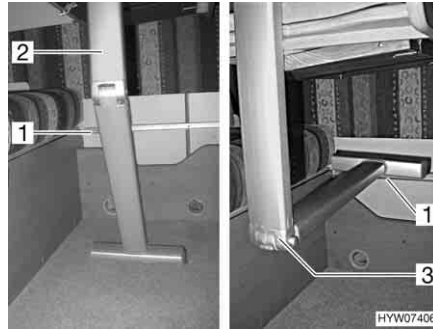

Fig. 74 Tavolo sospeso con supporto snodabile
- Sbloccare il piede del tavolo (Fig. 74,2) sul giunto e ripiegarlo.
- Agganciare il tavolo sospeso nella sbarra di aggancio inferiore (Fig. 74,1) e collocarlo sul giunto del piede del tavolo (Fig. 74,3).